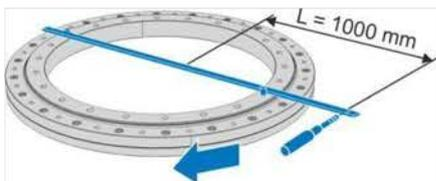

Рис. 25: Проверка сопротивления вращению
5. Распределите регулировочные прокладки (рис. 25) между всеми установочными и крепежными винтами соединительной структуры. Здесь необходимо убедиться в том, что регулировочные прокладки прикреплены таким образом, чтобы можно было свободно вставить крепежные винты.